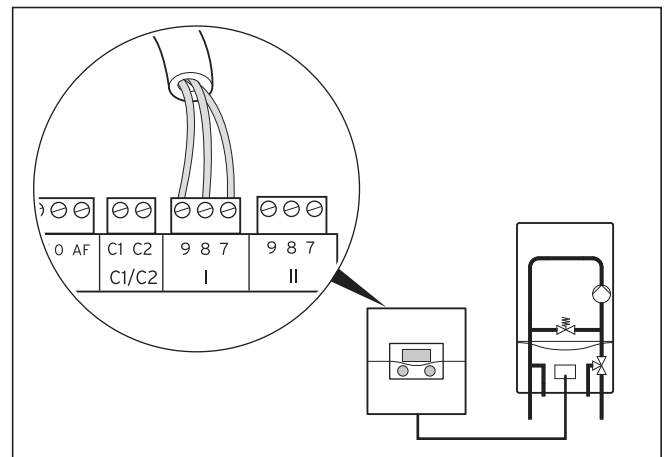

Fig. 5.1 Raccordement de l'appareil de chauffage
- Procédez au câblage du raccordement de l'appareil de chauffage avec la conduite de connexion (min. 3 x 0,75 mm²) (→ **fig. 5.1**).